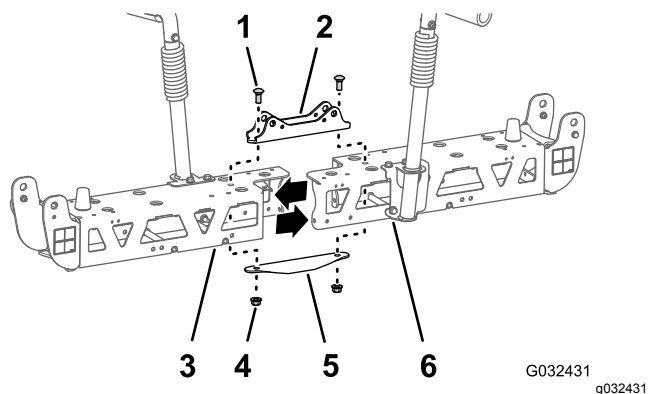

Figura 75
2. Rimuovete i 2 bulloni a testa tonda (1/2" x 1 1/4") e i 2 dadi di bloccaggio (1/2") che fissano il supporto stretto del cilindro, i telai delle travi di sinistra e di destra e la piastra di ancoraggio stretta (Figura 75).